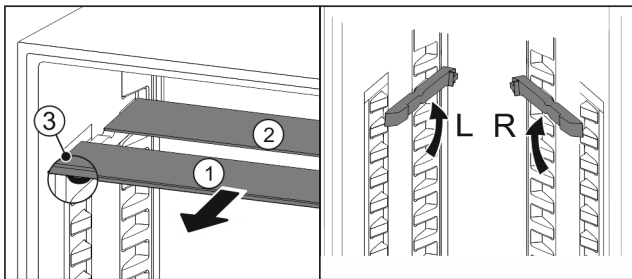

Fig. 94
- Sortir les tablettes par l'avant Fig. 94 (1).
- La tablette en verre Fig. 94 (1) avec bordure décorative est située à l'avant.
- Les butées Fig. 94 (3) sont orientées vers le bas.